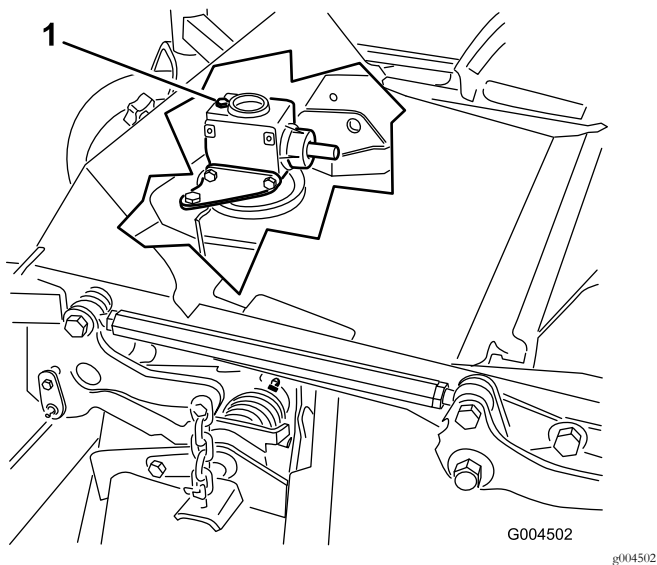

図 34
6. ギアボックスの上部についているディップスティック兼給油プラグを取り、オイルの量が、ディップスティックについている2本のマークの間にあることを確認する 図 34。
6. ギアボックスの上部についているディップスティック兼給油プラグ 図 34 を取る。